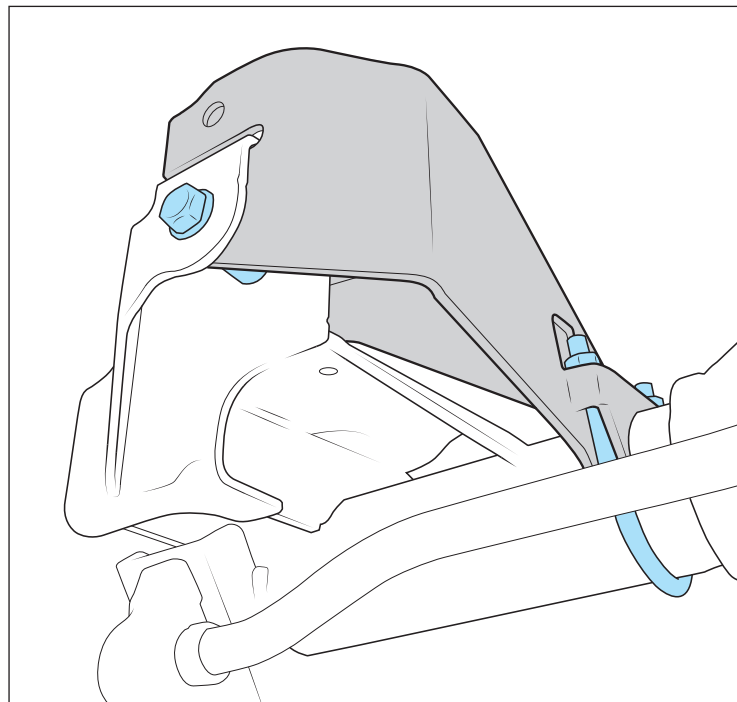

Abbildung 11
15. Montiere den AEV Panhardstabmontagebock wie gezeigt (Abb. 11). Benutze die von AEV mitgelieferte Schraube M14 und quetsche die Buchse an der werkseitigen Stelle mit der originalen Flanschmutter. Lege den mitgelieferten U-Bügel um das Achsrohr. Drehe die U-Bügel-Muttern mit 58 Nm an. Ziehe die M14 Schraube mit 176 Nm an.